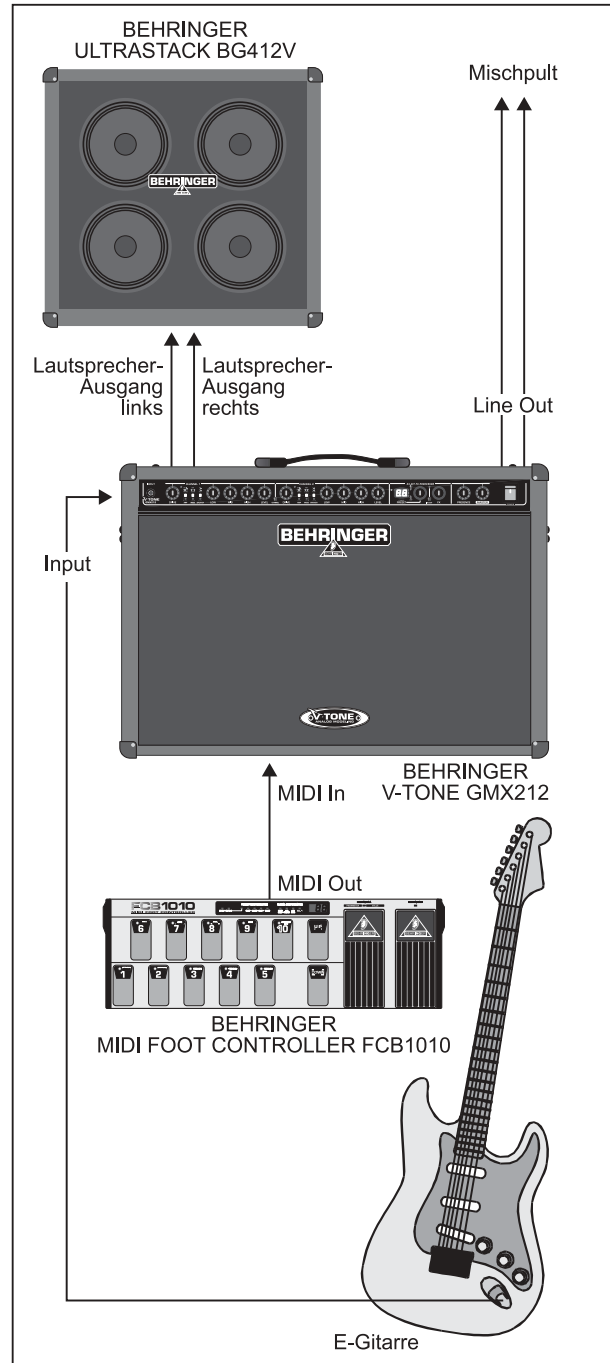

Abb. 3.3: Setup mit MIDI Foot Controller und Lautsprecherbox
- ▲ Verbinde die MIDI IN-Buchse Deines V-TONE mit der MIDI OUT-Buchse eines MIDI-Foot Controllers (siehe Abb. 3.3).